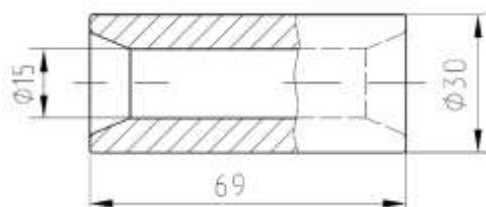

Рис.15. Поршневой палец
**Поршневой палец** (рис.15) – трубчатого сечения, плавающего типа, при работе двигателя свободно вращается в бобышках поршня и втулке шатуна. Осевое перемещение пальца ограничивается стопорными кольцами. Палец изготовлен из стали SCM420H и для увеличения твердости и износостойкости наружная поверхность пальца подвергнута цементации. Поршневые пальцы по наружному диаметру на размерные группы не делятся. Масса пальца  $272 \pm 1,5$  г.